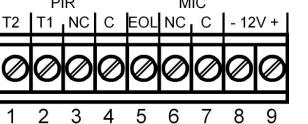

Fig. 7 Terminal block | Bloque de terminales | Plaque à bornes | Morsettiera | Opis zacisków
7. Connect wire to terminal block. (See Fig.7)
Terminal Block Connections (See Fig.7)
7. Connectez le fil à la plaque à bornes. (Voir Fig.7)
Connexions de la plaque à bornes (Voir Fig.7)